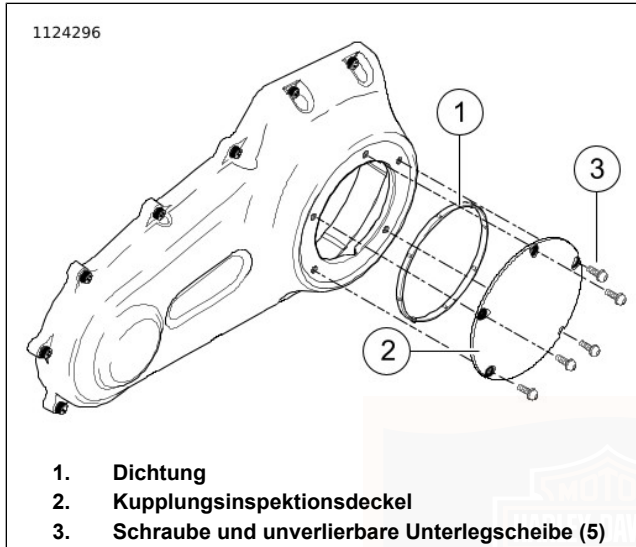
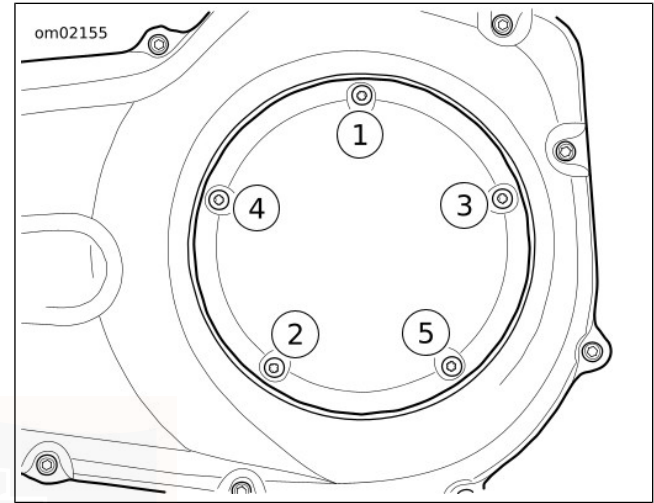

Abbildung 46. Kupplungsdeckel (Typisch)
Abbildung 47. Anzugsreihenfolge für Kupplungsdeckel
6. Siehe Abbildung 46. Schrauben (3) und Kupplungsinspektionsdeckel (2) entfernen.
7. Dichtung (1) entfernen. Das Öl von der Nut im Kettengehäusedeckel und der Befestigungsfläche abwischen.
- Siehe Abbildung 46. Die **neue** Dichtung (1) in die Nut des Kupplungsinspektionsdeckels (2) einsetzen. Jede Noppe auf der Dichtung in die Nut drücken.
- Den Kupplungsinspektionsdeckel (2) mit Schrauben und unverlierbaren Unterlegscheiben (3) sicher befestigen.
- Siehe Abbildung 47. In der angegebenen Reihenfolge auf folgendes Drehmoment anziehen: 9,5–12,2 N·m (84–108 in-lbs).